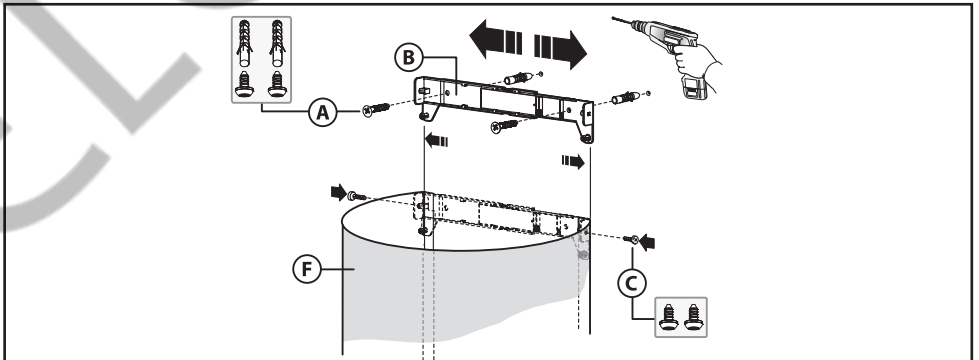
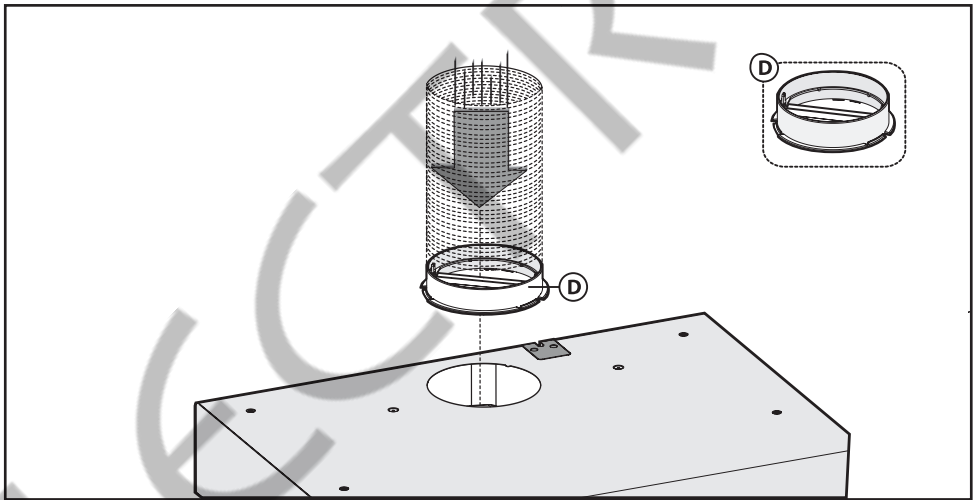

Fig.3
Fig.5
-Regolare la larghezza della staffa di supporto del camino decorativo superiore (Fig.3). Successivamente fissarla al muro in modo che sia in asse con la vostra cappa tramite le viti **A** (Fig.3) e rispettando la distanza dal soffitto indicata in (Fig.2B). Collegare il tubo flessibile (non in dotazione) alla flangia **D** (Fig.5).
Con questo tipo d'installazione l'apparecchio scarica i vapori all'esterno attraverso una parete perimetrale o canalizzazione esistente. È necessario, a tal scopo, acquistare, un tubo evacuazione aria, del tipo previsto dalle vigenti normative non infiammabile e collegarlo alla flangia **D** (Fig.5). La flangia **D** è in dotazione al prodotto e va fissata sopra il foro uscita aria della cappa come indicato in figura 5.